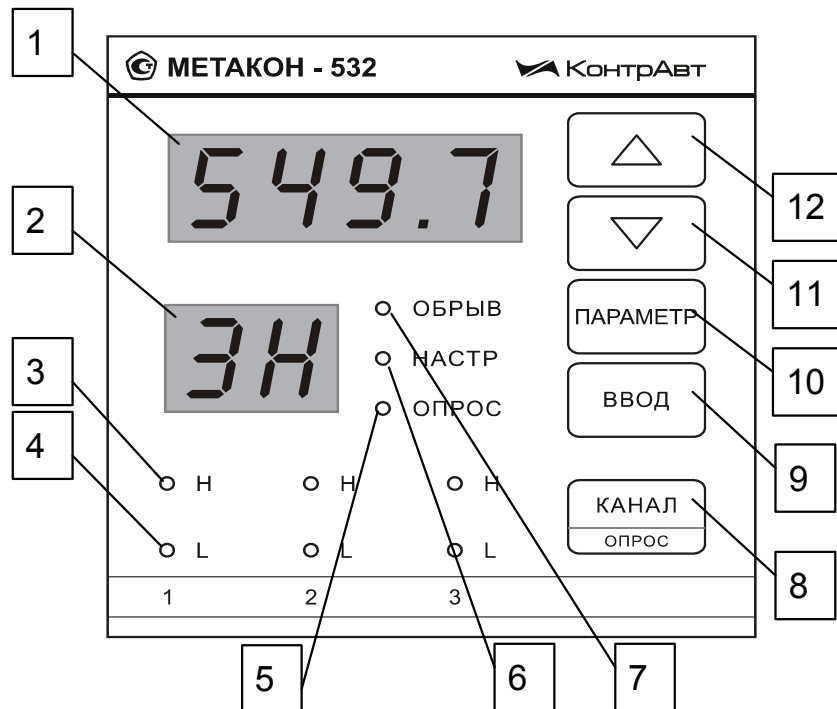

Рисунок 13 – Лицевая панель приборов «Метакон-532»
- путем повторного нажатия кнопки  выбирается мнемонический код параметра, значение которого необходимо просмотреть или изменить; код параметра отображается на индикаторе 2, его значение на индикаторе 1 (см. рисунок 13); для переключения номера канала в меню **РАБОТА** дополнительно используется кнопка  ;